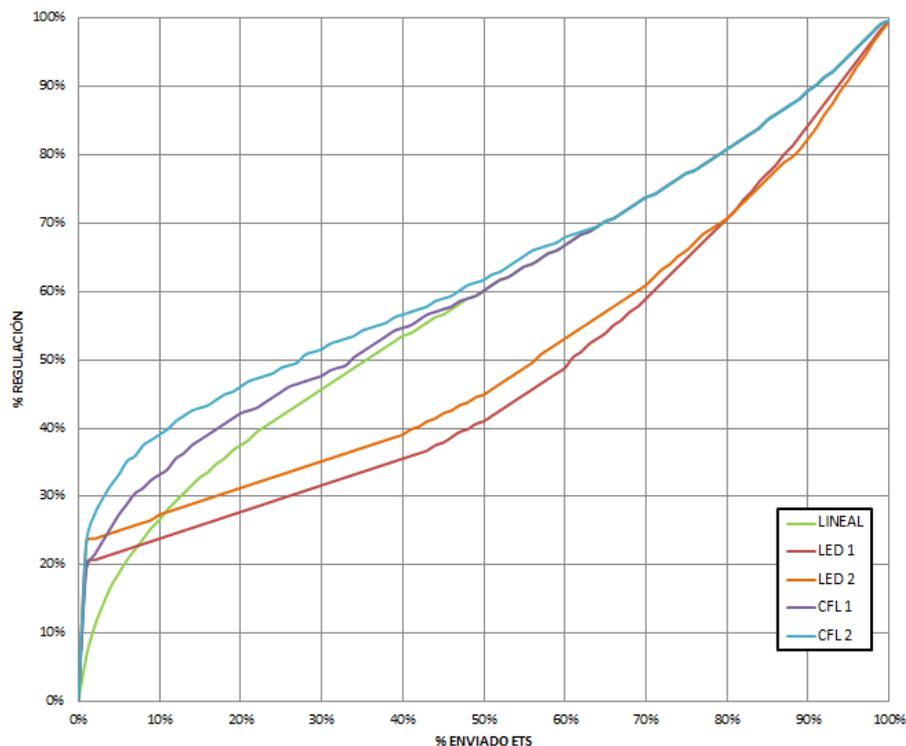

Figura 10 Curvas de regulación para cargas led y CFL.
- **Patrón de regulación:** “Lineal”, “Curva 1” o “Curva 2”. La Figura 10 muestra las distintas curvas de regulación según el tipo de carga.